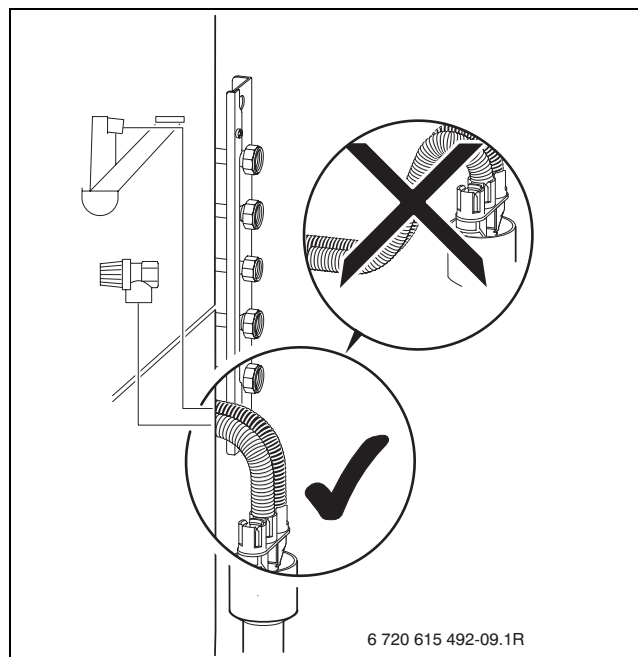

Fig. 15
- ▶ Collegare il tubo flessibile della valvola di sicurezza all'imbuto con sifone di scarico (→ fig. 15, pag. 29).